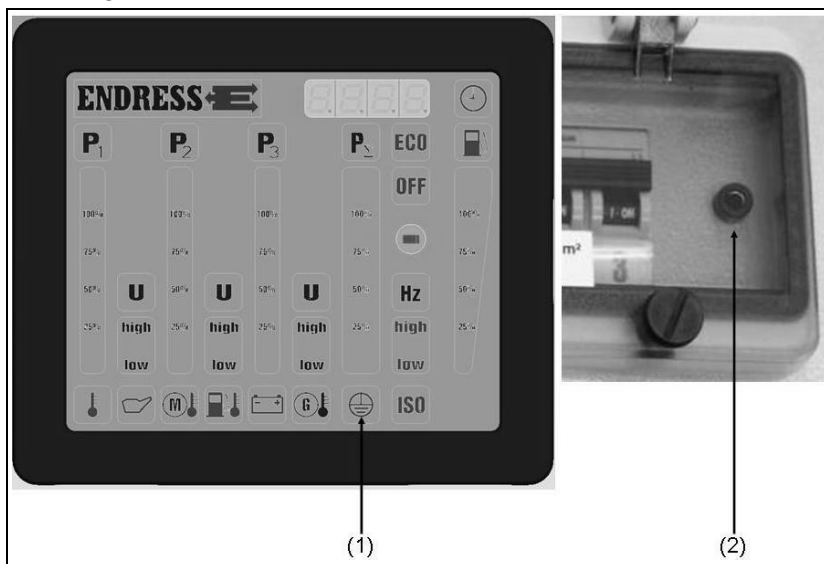

Abb. 4-5: Schutzleiter prüfen
1. Prüfkabel in Buchse (Abb. 4-5-(2)) einstecken.
Die Prüflampe (Abb. 4-5-(1)) am Multifunktionsdisplay zeigt das Ergebnis an: